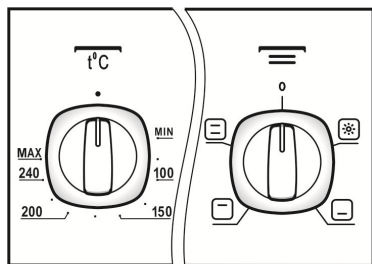

Рис. 4
- ручкой режимов работы устанавливается необходимая функция (в зависимости от модели может быть вариант а, б или в (рис. 4));
- ручкой терморегулятора (рис. 4) задается температура нагрева духовки, которая поддерживается автоматически.